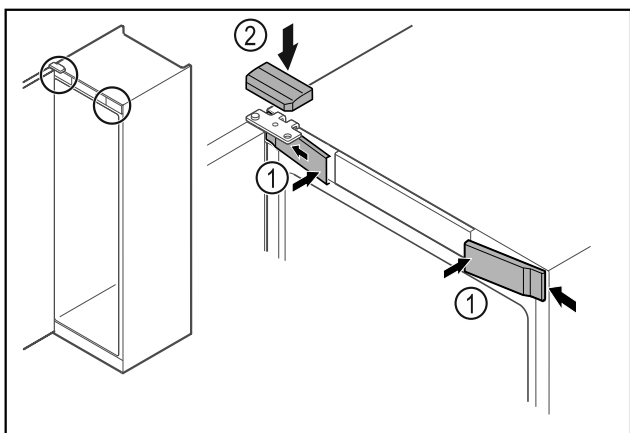

Fig. 23
- ▶ Agganciare le coperture anteriori Fig. 23 (1) di lato e innestarle.
- ▶ Innestare la copertura superiore Fig. 23 (2) dall'alto.